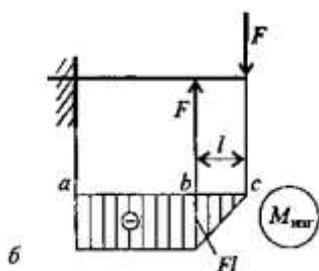

Рис. 2.15
**Напряжения в брус при прямом чистом изгибе.** Чистый изгиб в брус может иметь место по всей длине бруса  $ab$  (рис. 2.15,  $a$ ) или только на его части  $ab$  (рис. 2.15,  $b$ ). При чистом изгибе в брус возникают напряжения, непостоянные по высоте поперечного сечения. Из рис. 2.16 видно, что при изгибе бруса напряжение меняется от  $+\sigma_{\max}$  до  $-\sigma_{\max}$ . Следовательно, в поперечных сечениях есть недеформируемые точки, которые образуют **нейтральную линию**, проходящую через центр тяжести поперечных сечений. Если изменение кривизны бруса происходит в плоскости, в которой действует